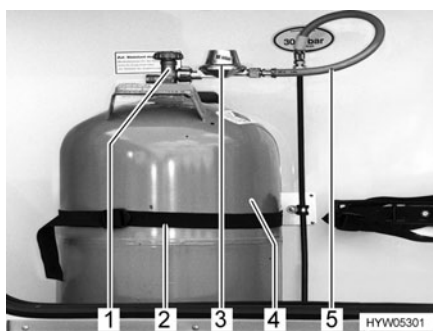

Fig. 90 Compartiment à gaz
- Fermer le robinet principal (Fig. 90,1) de la bouteille de gaz (Fig. 90,4). Observer le sens de la flèche.
- Dévisser à la main le régulateur du gaz (Fig. 90,3) et la lyre (Fig. 90,5) de la bouteille de gaz (filetage à gauche).
- Décrocher les sangles de fixation (Fig. 90,2) et retirer la bouteille de gaz.